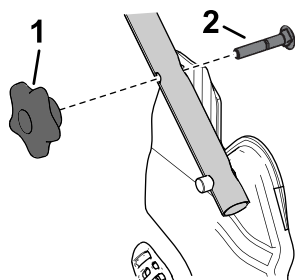

Figura 6
4. Introduzca el perno de cuello cuadrado (con la cabeza del perno en el interior) por el taladro cuadrado superior o inferior del soporte del manillar y el taladro superior del extremo del manillar (Figura 6).